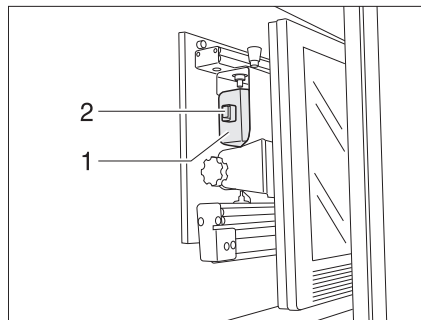

Fig. 9 Televisor (pantalla plana)
- Girar el televisor a la posición inicial (Fig. 9) y, de ser esto necesario, hacerlo engatillar.
- Empujar el soporte para la pantalla plana completamente hacia atrás deteniéndolo en el tirador (Fig. 9,1). El pestillo (Fig. 9,2) se enclava.